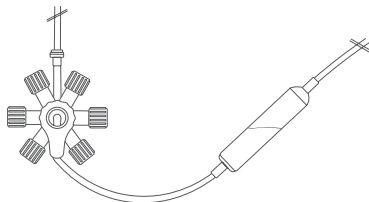

Abb. 1. Entlüftung der Tropfkammer
3. Schließen Sie ggf. die entlüftete Kappe auf dem Spike (1).
4. Stellen Sie sicher, dass der RondelO-Griff (7) in einer Spülposition steht.
5. Schließen Sie die Rollklemme (9) des RondelO-Primär-Infusionssets.
8. Halten Sie die Tropfkammer (8) kopfüber und positionieren Sie sie auf gleicher Höhe wie das RondelO, öffnen Sie die Rollklemme (9) des IV-Sets und füllen Sie die Tropfkammer wie in (Abb. 1) dargestellt.